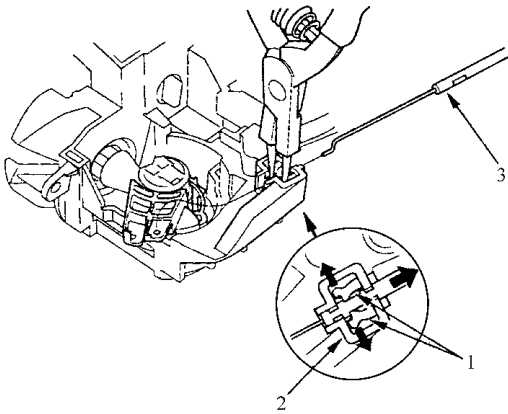

图 10-13 拉出控制拉线
- 2) 如图 10-13 所示, 使用卡环钳, 拓宽拉线固定夹上的拉线限位块, 然后拉出控制拉线。